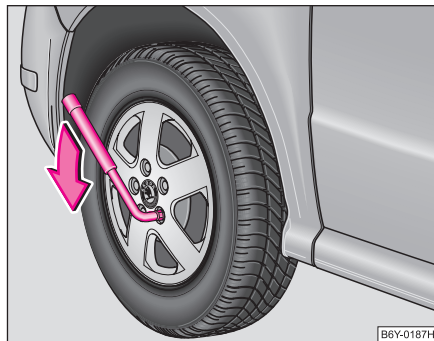

Fig. 160 Înlocuirea roții: Slăbirea prezoanelor de roată
- Prindeți cu mâna capătul cheii și rotiți șurubul cca. o rotație spre stânga ⇒ fig. 160.